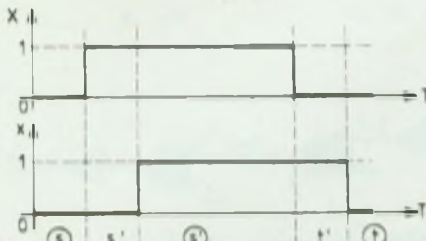

Fig. 16
Le graphe de la figure 16 indique la succession des états X et x du relais lors du passage de l'état stable (S) à un autre état stable (S'). Il est aisé de constater :